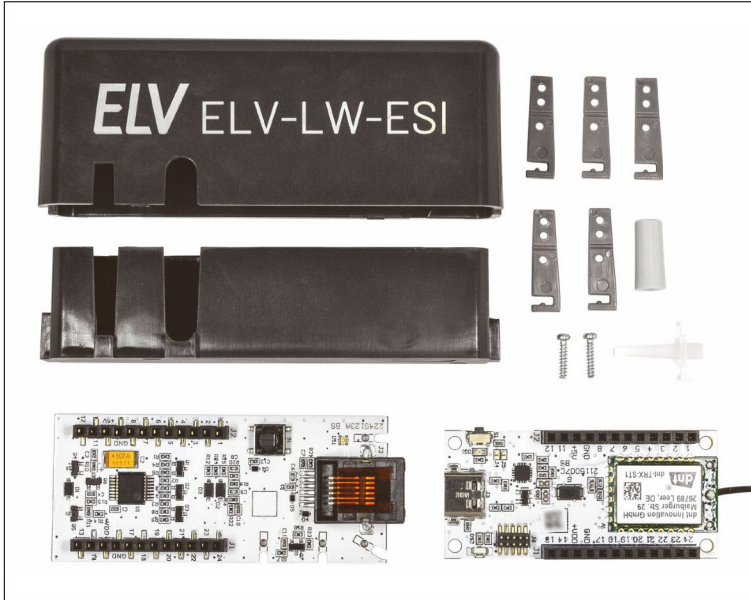

Abbildung 5.35: Die Energiezähler-Schnittstelle ELV-LW-ESI
Auch die Energiezähler-Sensor-Schnittstelle *ELV-LW-ESI* ist ein Bausatz (siehe Abbildung 5.35), diesmal inklusive Basis-Modul *ELV-BM-TRX1* und passendem Gehäuse. Die Stromversorgung erfolgt über eine USB-C-Buchse: Der eigentliche, separat erhältliche Sensor wird über einen 6-poligen Western-Modular-Stecker (RJ) angeschlossen und mit 5 V Betriebsspannung versorgt.